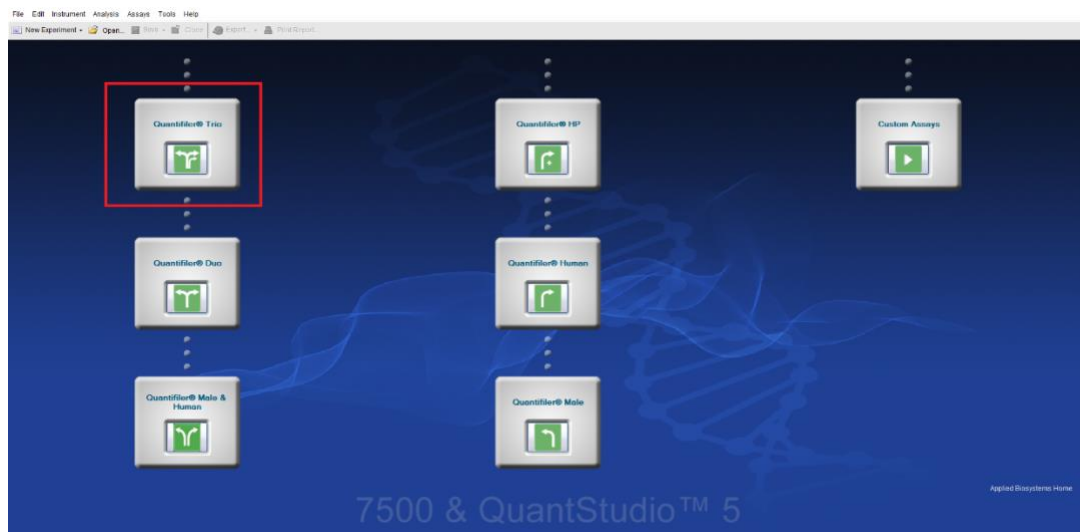

Рисунок 2
2. Открыть программу **HID**, кликнуть по иконке «**Quantifiler® Trio**» (рисунок 2).